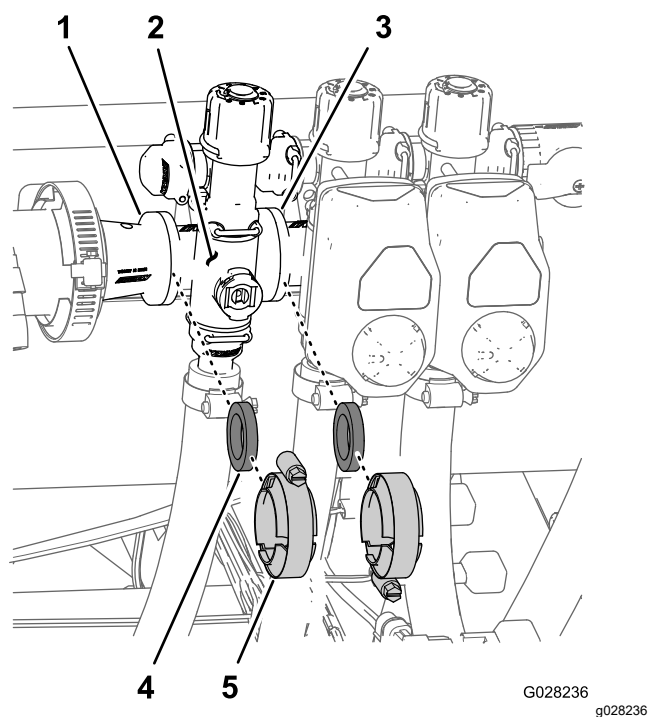

Figura 73
1. Retire las abrazaderas y las juntas que sujetan el distribuidor de la válvula de sección (Figura 73) a la válvula de sección adyacente (si es la válvula de sección de la izquierda, al racor reductor).